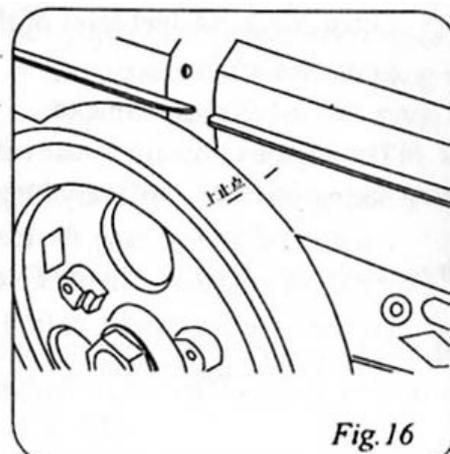

Рис.16
4.4.5.2 Откройте рычаг декомпрессора, чтобы продолжить поворачивать маховик до ВМТ соотнеся метки: метку на маховике с меткой на его баке охлаждающей жидкости (рис. 16).